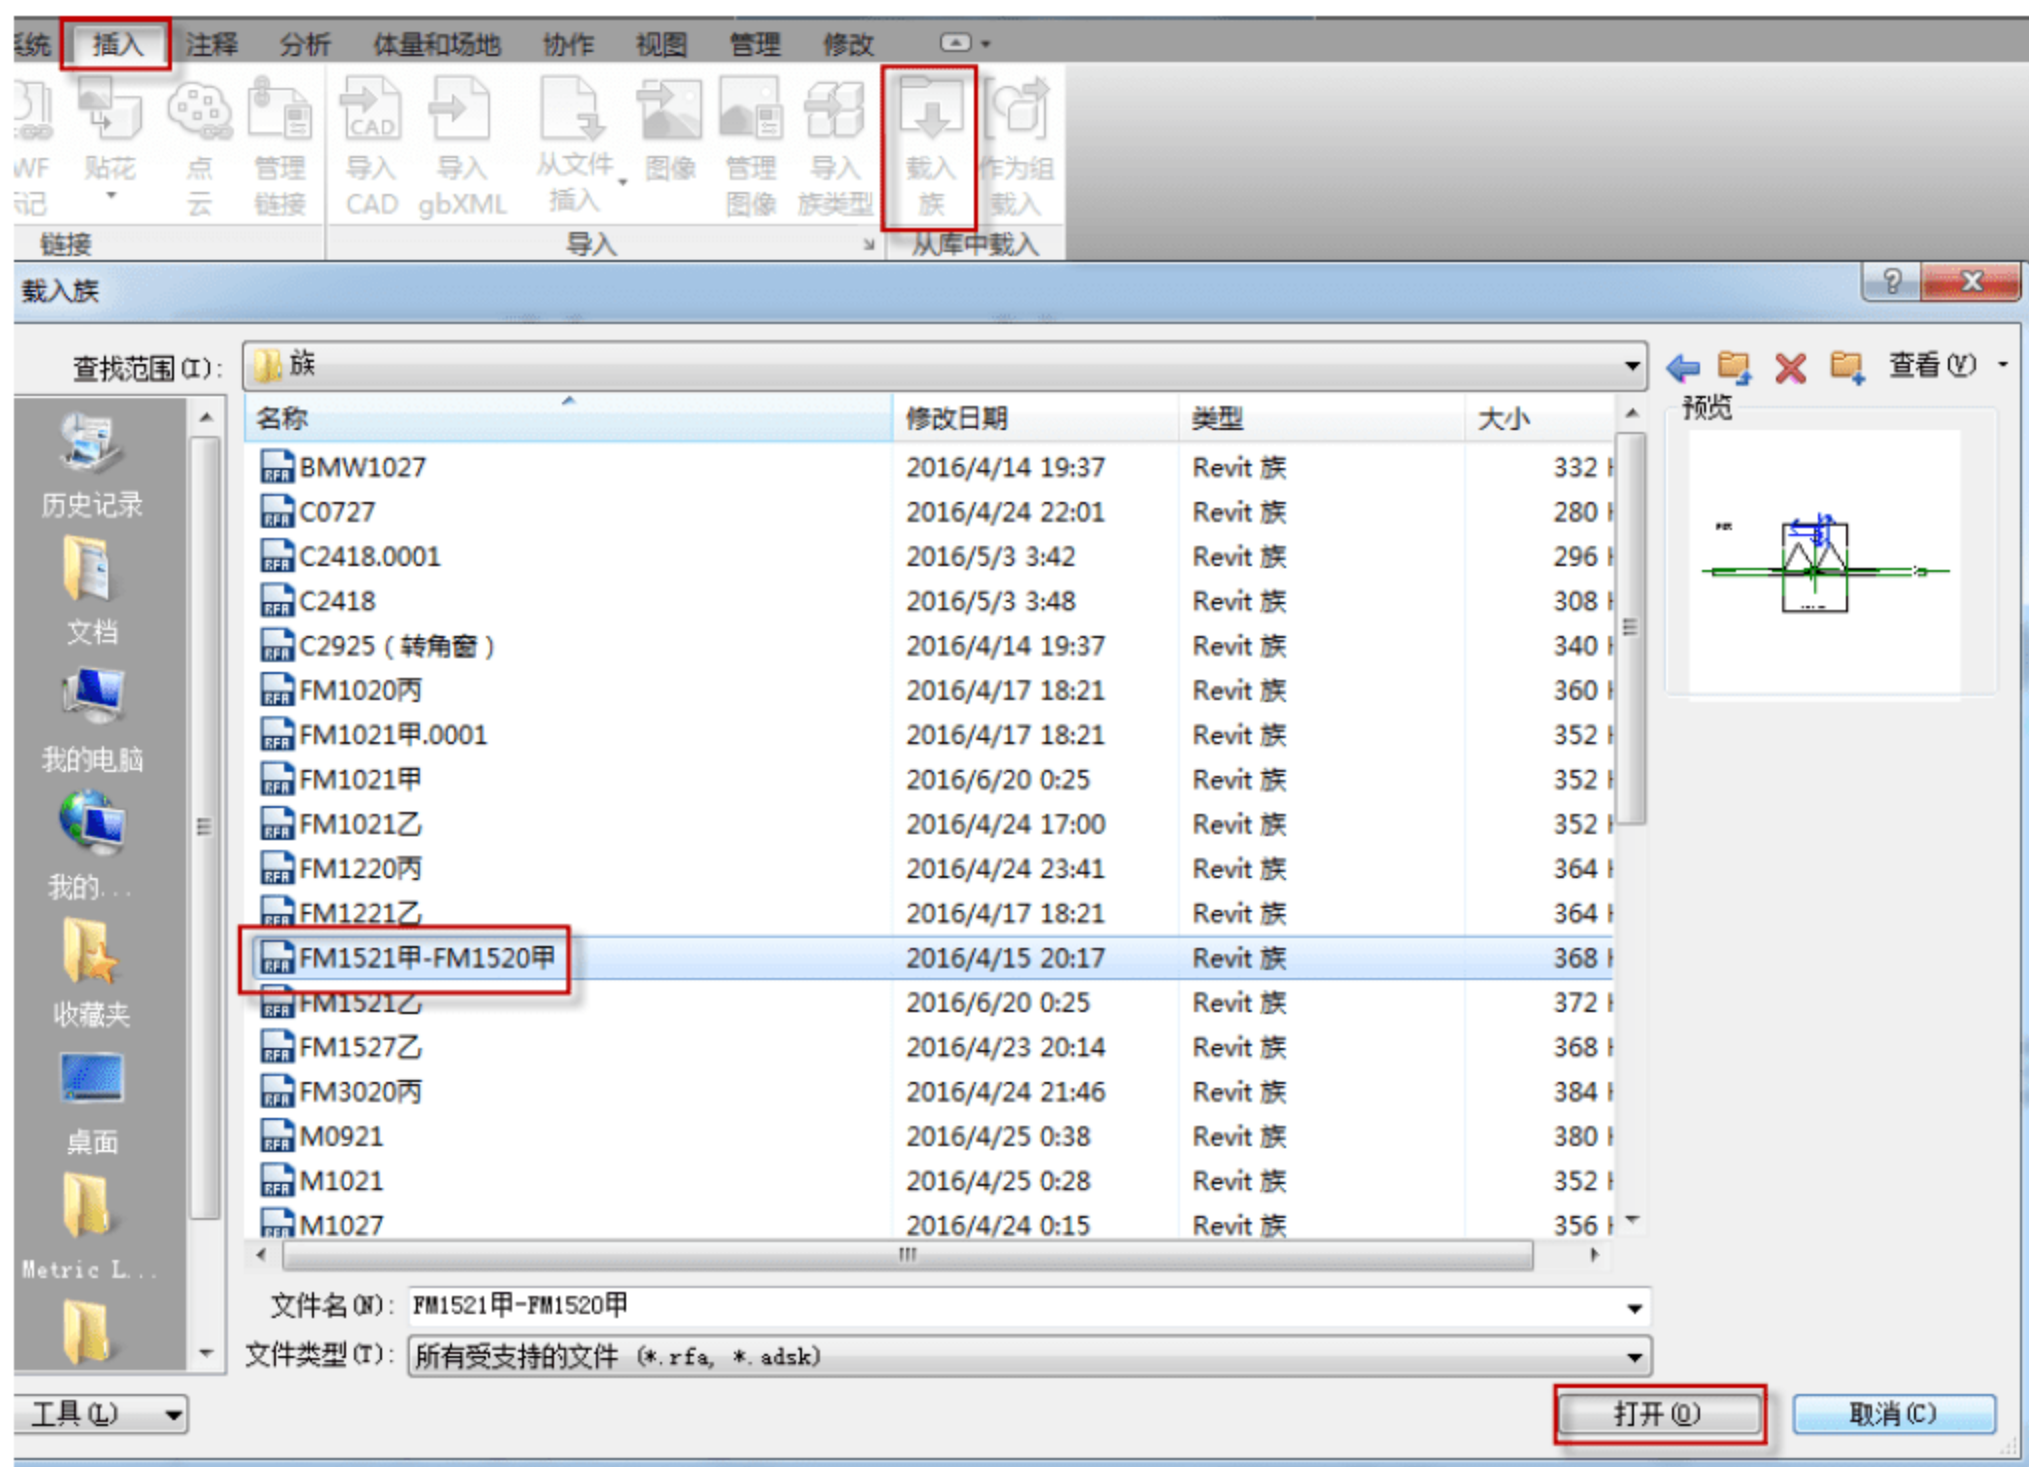

图 9.3.33 载入“FM1521 甲-FM1520 甲”族文件
(25) 载入“FM1521 甲-FM1520 甲”族文件。选择“插入”→“载入族”命令，在弹出的“载入族”对话框中，找到前面建立的门族“FM1521 甲-FM1520 甲”，然后单击“打开”按钮，如图 9.3.33 所示。